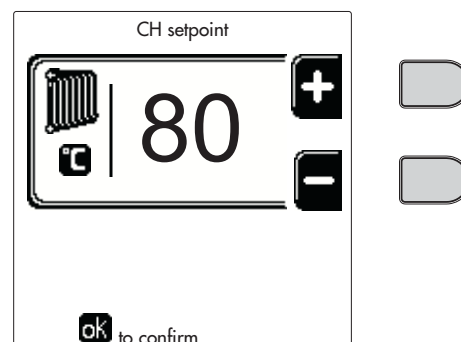
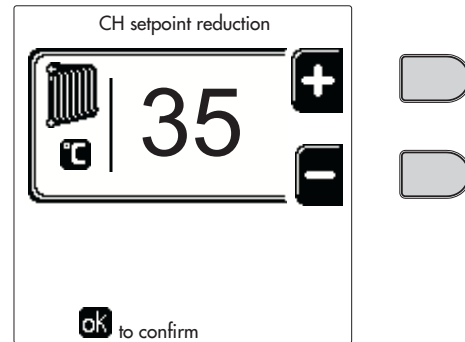
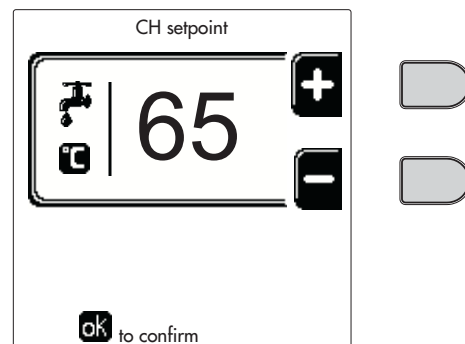
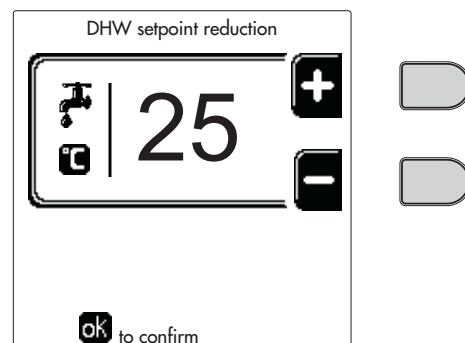

рис. 13
рис. 14
рис. 15
рис. 16
- **ВКЛ.** В случае запроса на отопление/ГВС котел работает с заданной температурой регулировки отопления/ГВС (рис.13/рис. 15).
- **Понижение температуры.** В случае запроса на отопление/ГВС котел работает на пониженной температуре регулировки. Пониженная температура получается вычитанием значения "Понижение температуры регулировки" (рис.14/рис. 16) из значения заданной "Температуры регулировки" отопления/ГВС (рис. 13/рис. 15).